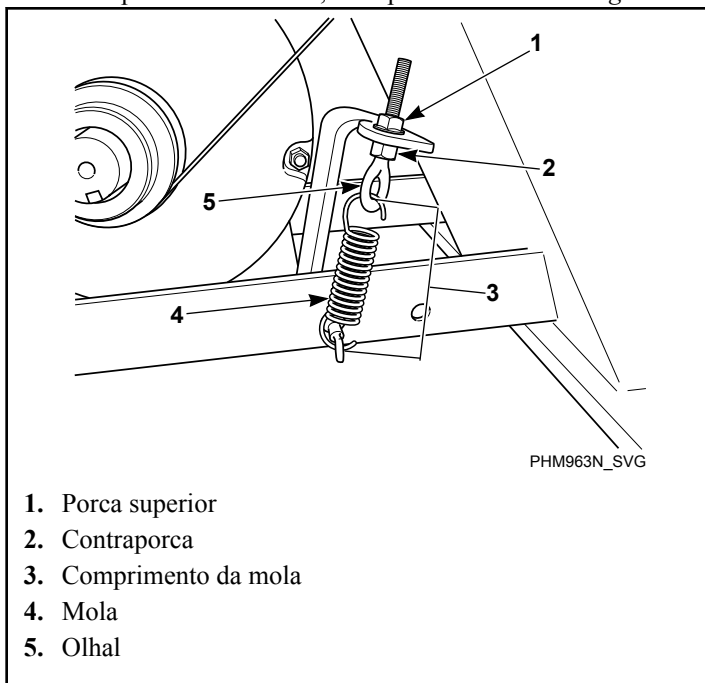

Figura 53
- **Medidor de frequência.** Aperte a porca superior do olhal até que a frequência correta (consulte a *Tabela 6*) chegue à amplitude média. Aperte a contraporca no suporte da mola a 20,6 ± 2 pés-lb. Consulte a *Figura 53*.
- **Medidor de tensão.** Aperte a porca superior do olhal até que a bitola da correia adequada (consulte a *Tabela 6*) chegue à amplitude média. Aperte a contraporca no suporte da mola a 20,6 ± 2 pés-lb. Consulte a *Figura 53*.
- **Comprimento da mola.** Aperte a porca superior do olhal até que a mola apresente a medida correta da distância entre os ganchos. Consulte *Tabela 41*. Aperte a contraporca no suporte da mola a 3 kgf (20,6 ± 2 pés-lb). Consulte *Figura 53*.
- **Mantenha a tensão durante a remoção da correia.** Se a tensão adequada for alcançada, prenda a contraporca em sua posição e afrouxe a porca superior do olhal para liberar a correia. Substitua a correia e aperte novamente a porca superior do olhal na posição da contraporca. Consulte a *Figura 53*.